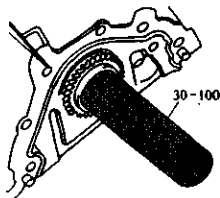

图 2-53 安装链轮
2) 使用钳子将链轮定位在曲轴末端上，然后用专用工具 30-100 将链轮尽可能深地压入到曲轴上，如图 2-53 所示。